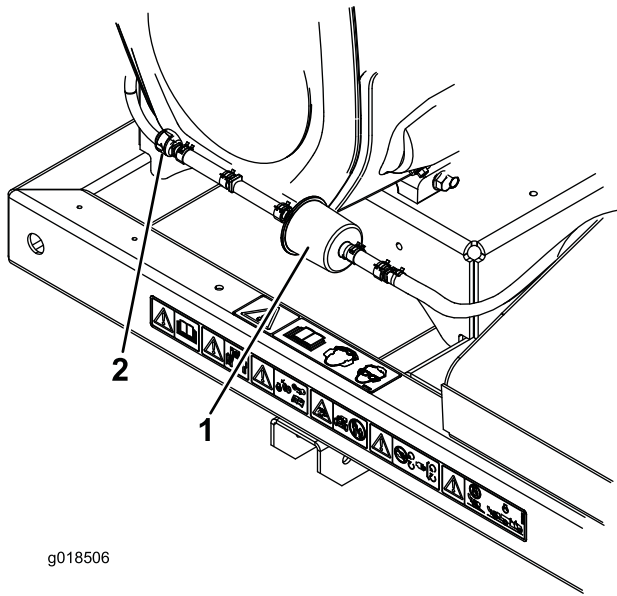

Figura 39
2. Spostate le fascette stringitubo del tipo a molla su entrambi i lati del filtro della linea di spurgo del canister a carboni attivi lontano dal filtro (Figura 39).
3. Togliete il filtro a carboni attivi e gettatelo (Figura 39)
4. Montate un nuovo filtro nel flessibile con la freccia del filtro rivolta verso la valvola di ritenuta e fissatelo con le fascette stringitubo (Figura 39).